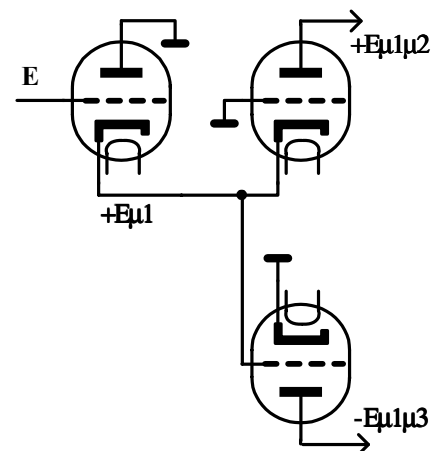

Рис. 2.
Также, термин "собственное равновесие" несколько вводит в заблуждение. Снова обратившись к рис. 2, можно отметить, что обе полуволны сигнала равны только на входе второго каскада. Разброс параметров ламп и номиналов нагрузочных резисторов приводит к нарушению баланса. Другая проблема заключена в высоком выходном сопротивлении (30,000 Ω) второго каскада, это ограни-
* В соответствии с эквивалентной схемой (рис.2), верхняя лампа включена по схеме с общей сеткой, а нижняя по схеме с общим катодом. Каскад с общей сеткой имеет большее выходное сопротивление и лучшие частотные свойства по сравнению с каскадом с общим катодом.